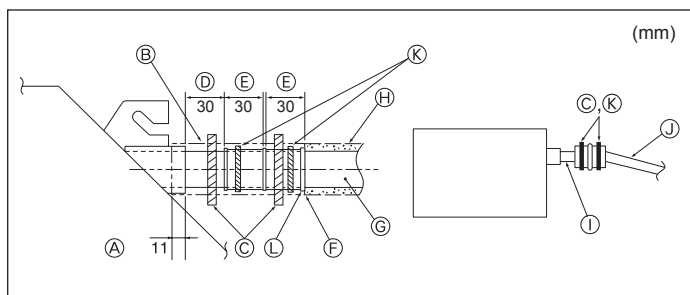

Fig. 3-5
1. Sluit de aftapbus (meegeleverd met het apparaat) aan op de afvoeropening. (Fig. 3-5)